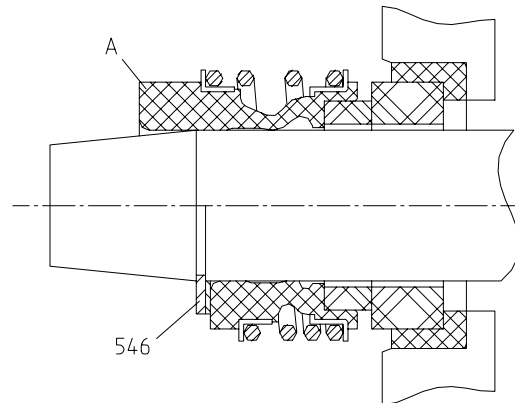

fig.2.10
c) Asafdichting met rubber balg - type "G" (fig. 2.10)